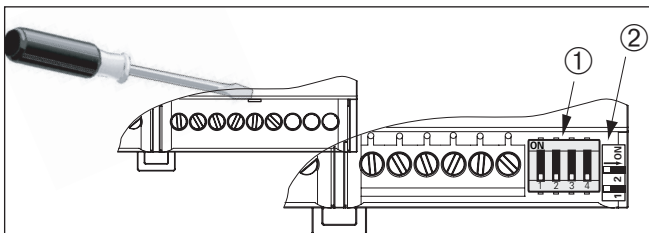

Abb. 1 Lösen der Klemmenabdeckungen (REG-Variante)
- REG: Montieren Sie das Gerät beim Verteilereinbau auf einer symmetrischen Hutschiene (TH 35-15) durch Aufclipsen. Zur Erleichterung der Anschlussarbeiten können die Klemmenabdeckungen gelöst werden (Abb. 1).
Kodierschalter S1-S6 entsprechend der gewünschten Funktion einstellen Abb. 1.
- Lösen Sie hierzu bei der REG-Variante die Klemmenabdeckung mit einem geeigneten Schraubendreher (Abb. 1).